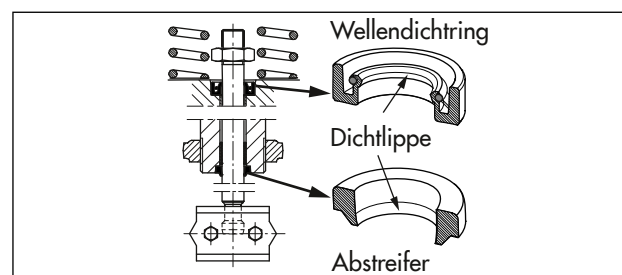

Bild 26: Ausrichtung Wellendichtring und Abstreifer
6. Wellendichtring mit geeignetem Werkzeug montieren. Dabei die korrekte Ausrichtung des Wellendichtrings beachten, vgl. Bild 26.
7. Wellendichtring mit geeignetem Werkzeug montieren. Dabei die korrekte Ausrichtung des Wellendichtrings beachten, vgl. Bild 26.